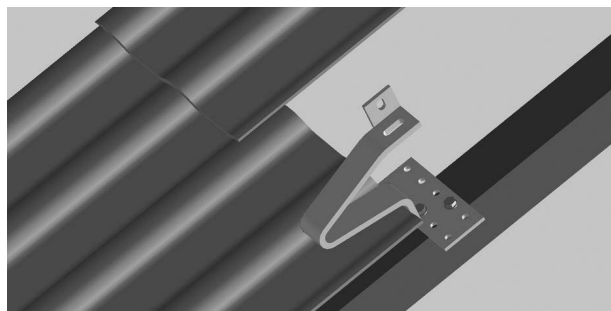

Fig. 6: Montage des crochets de couvreur (crochet de couvreur réf. 1361262 illustré)
1. Monter les crochets de couvreur comme indiqué sur la fig. 6 et les fixer sur les chevrons à l'aide de vis à bois. Il faut prévoir un chaînage suffisant des crochets de couvreur sur la charpente. Dans des régions ou des charges élevées dues à la neige et à l'action du vent sont possibles, l'installation doit être validée par un spécialiste des structures.